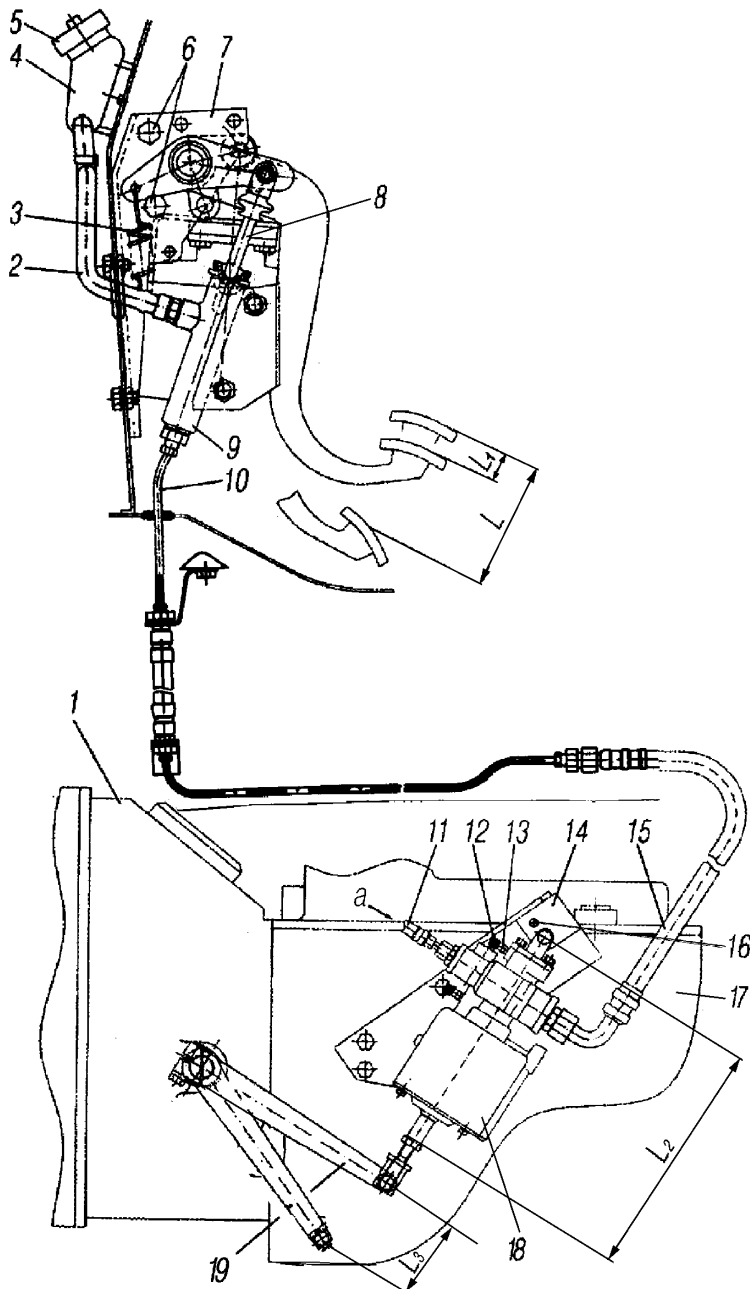
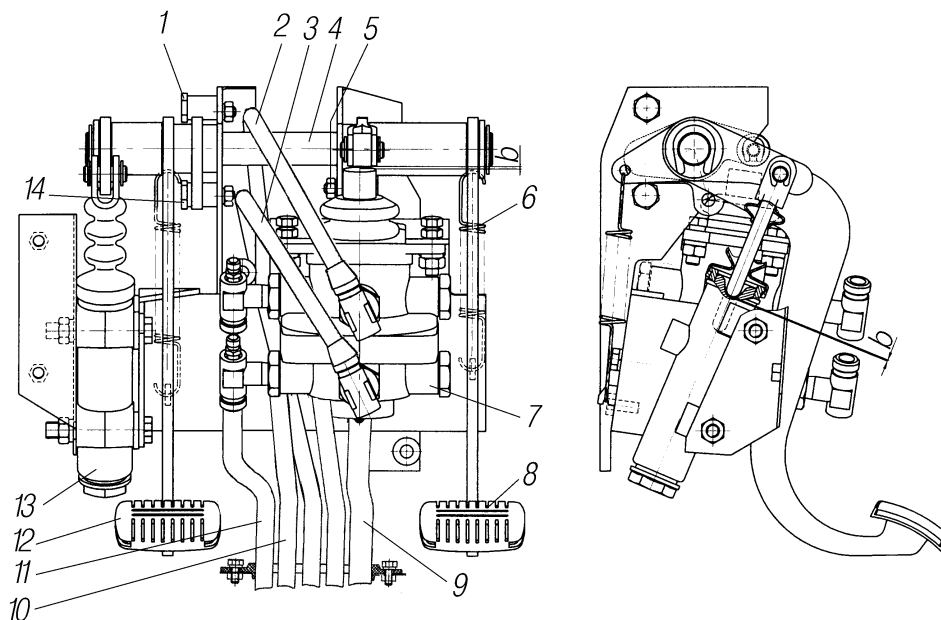

Рис. 20. Привод выключения сцепления:
Рис. 21. Привод управления сцеплением и тормозным краном:
Привод выключения сцепления с пневмогидравлическим усилителем (ПГУ). Главный цилиндр 9 (рис. 20) расположен на кронштейне 7 передней панели кабины. На поршень воздействует толкатель 8, который через рычаг соединен с педалью сцепления 12 (рис. 21).
При воздействии на педаль сцепления давление жидкости из главного цилиндра 9 (см.рис. 20) передается по трубке 10, шлангу 15 в пневмогидравлический усилитель 18, установленный на коробке передач, который, воздействуя на рычаг 19, выключает сцепление. В ПГУ жидкость давит на шток и одновременно открывает клапан пневмосистемы.
Регулировка свободного хода педалей сцепления и тормоза производится соответственно эксцентриками 14 и 5 (см. рис. 21), расположенными на кронштейне педального механизма. Свободный ход педалей сцепления и тормоза L_1 должен быть 2,5-5,5 мм. Полный ход педали сцепления должен быть 135-150 мм, регулируется эксцентриком 1. Регулировка полного хода педали тормоза не требуется.
Свободный ход рычага 19 (см. рис. 20) конструкцией не предусмотрен. Регулировки ПГУ или перестановки рычага по мере износа сцепления не требуется.
- плотности прилегания упорного болта 16 (см. рис. 20) к картеру коробки передач.